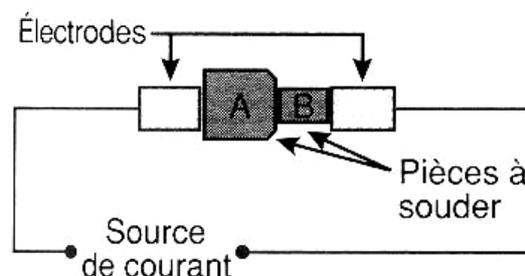

Figure 2.7 – Les pièces A et B s'échauffent lorsqu'elles sont en contact et parcourues par un fort courant
- le soudage (figure 2.7) ; le chauffage des matériaux ferreux avant formage,